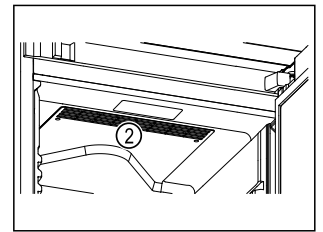

Fig. 60
- ❑ Cirkuliuojančio oro ventiliatoriaus vėsinimo plyšiai Fig. 60 (2) viduje turi būti neuždengti.